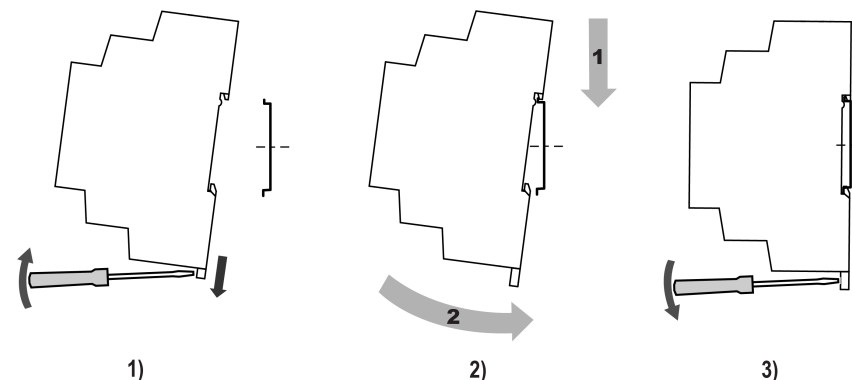

Рисунок 7.4 – Установка прибора
2. Установить модуль на DIN-рейку в соответствии с в направлении стрелки 1 (рисунок 7.4, 2);
3. Вставив отвертку в проушину, оттянуть защелку рисунок 7.4, 1).
4. Прижать модуль к DIN-рейке в направлении, показанном стрелкой 2. Зафиксировать защелку (см. рисунок 7.4, 3).
2. Провести действия с рисунок 7.4 в обратном порядке.